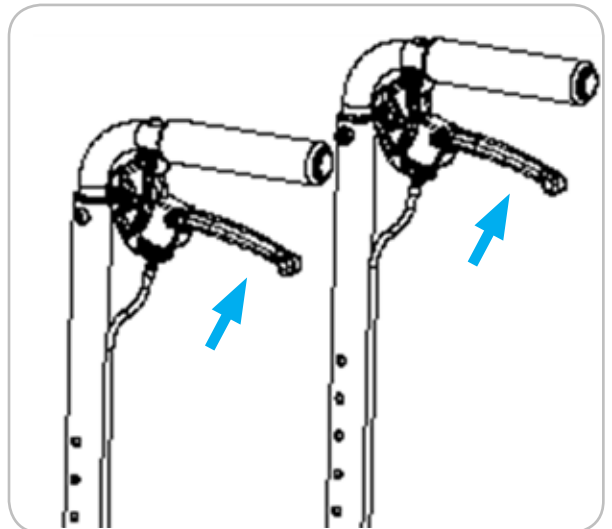

Figura 6
3. Tirare contemporaneamente entrambe le leve basculanti. Cfr. Figura 6.